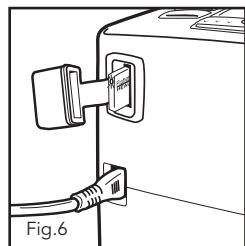

Fig.6
8. Le SmartStick™ est situé à l'arrière de l'appareil. Détacher le capuchon et vérifier que le SmartStick™ est inséré dans le bon sens. Le logo de Fisher & Paykel Healthcare doit être à l'endroit et en haut. Si l'étiquette est à l'envers, enlever le SmartStick™ et le réinsérer dans le bon sens. A la première connexion, une petite lumière clignotera à l'extrémité du SmartStick™. Elle restera allumée lorsque les données seront en cours d'enregistrement sur le SmartStick™ (Fig.6).